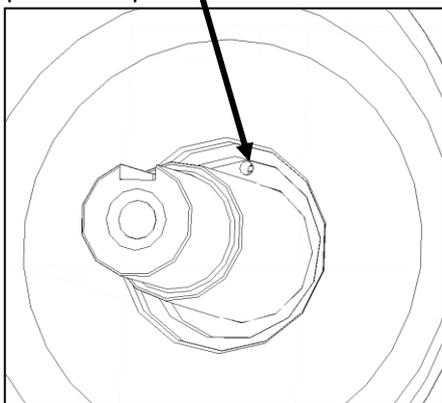
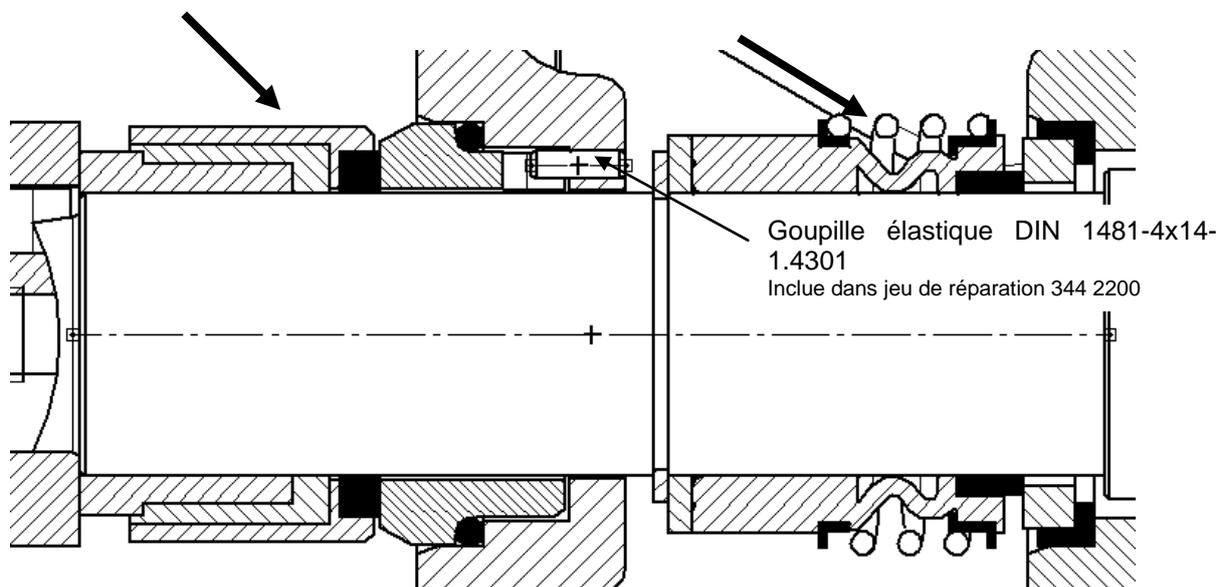

Figure 15: ESP contre-anneau sans segment d'arrêt
Figure 19: situation de montage des garnitures mécaniques HJ 977 et MG12, côté moteur
- 1) Le segment d'arrêt pour le contre-anneau dans le logement du joint est monté seulement avec la garniture mécanique HJ 977 du type de pompe CSPH (figure 16)! Aucune goupille élastique n'est montée dans la garniture mécanique MG12 du type de pompe ESPH (figure 15), parce que celle-ci empêcherait le fonctionnement du joint. Situation de montage, voir figure 19.